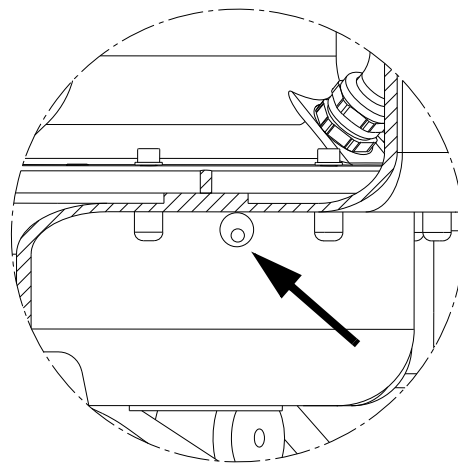

Рис. 10 Вентиляционные отверстия в корпусе насоса и сборном резервуаре
**Внимание** Если насос был разобран, то при установке насоса в резервуаре не забудьте совместить вентиляционные отверстия насоса и резервуара. См. рис. 10 и 11 ниже.